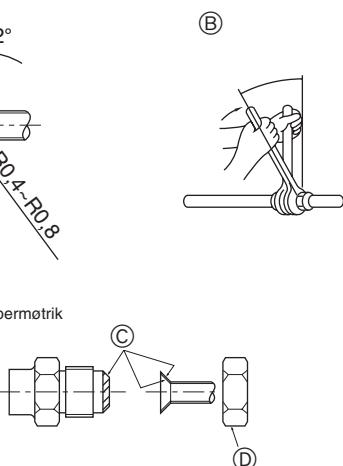

Fig. 4-1
4.2. Forbindelsesrør (Fig. 4-1)
- Kom et tyndt lag køleolie på rør og samlingsoverflade, før stramning af brystmøtrikken. ①
- Anvend to skruenøgler til at spænde rørforbindelserne. ②
- Påfør kølemaskineolie på hele opkravningssædets overflade. ③
- Brug koniske møtrikker til følgende rørstørrelse. ④
Ⓐ (Fig. 4-1)
Ⓑ (Fig. 4-1)